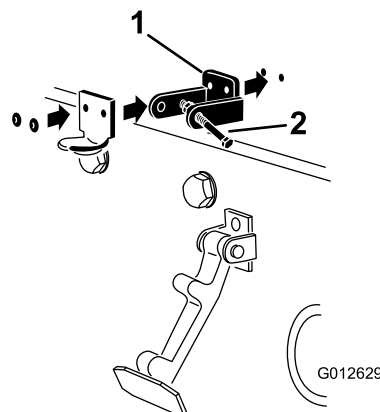

Figura 35
6. Nituiți suportul și aibele pe capotă (Figura 35).